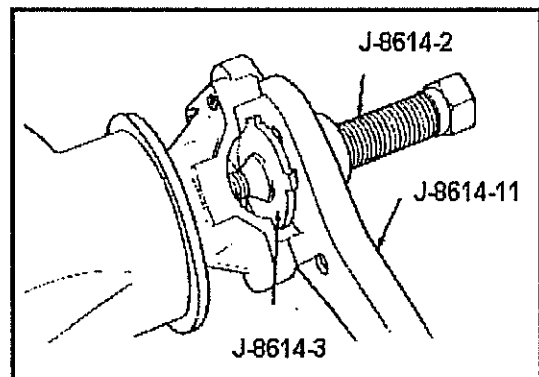

Abb. 8-13 Entfernen des Flansches der Kegelradwelle
- Wie in Abb. 8-13 gezeigt den Flansch an der Kegelradwelle entfernen. Die gezeigten Spezialwerkzeuge verwenden. Zeigen die Bauteile im Bereich des Dichtrings Verschleiß, so sollten diese ersetzt werden, um eine Abdichtung am Dichtring zu gewährleisten.